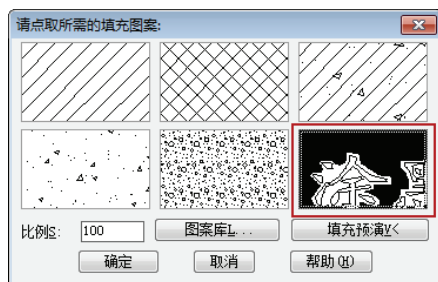

图 14-165 选择填充图案
13) 剖面填充。调用“剖面填充”命令, 选择需要填充的对象并按〈Enter〉键; 在弹出的“请点取所需的填充图案”对话框, 选择填充图案, 结果如图 14-165 所示。